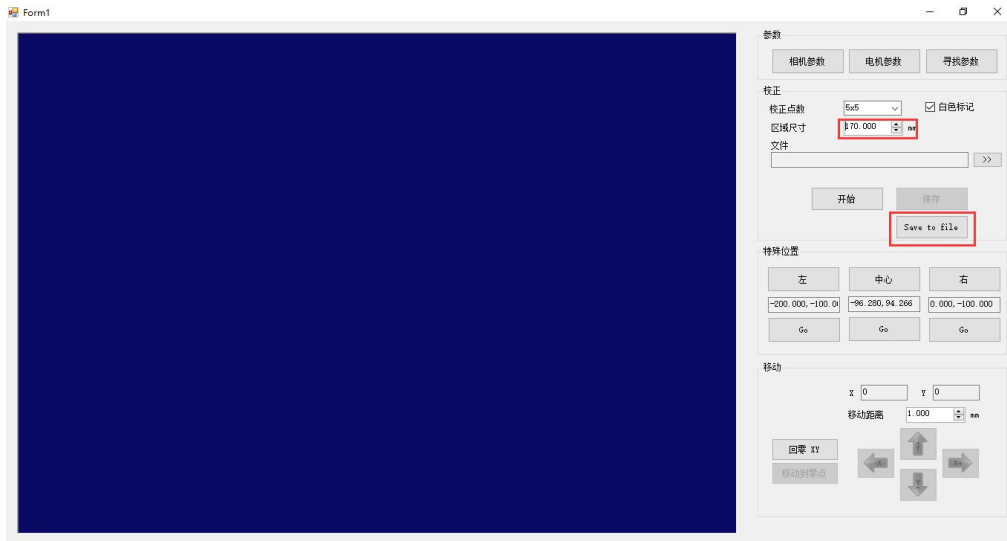
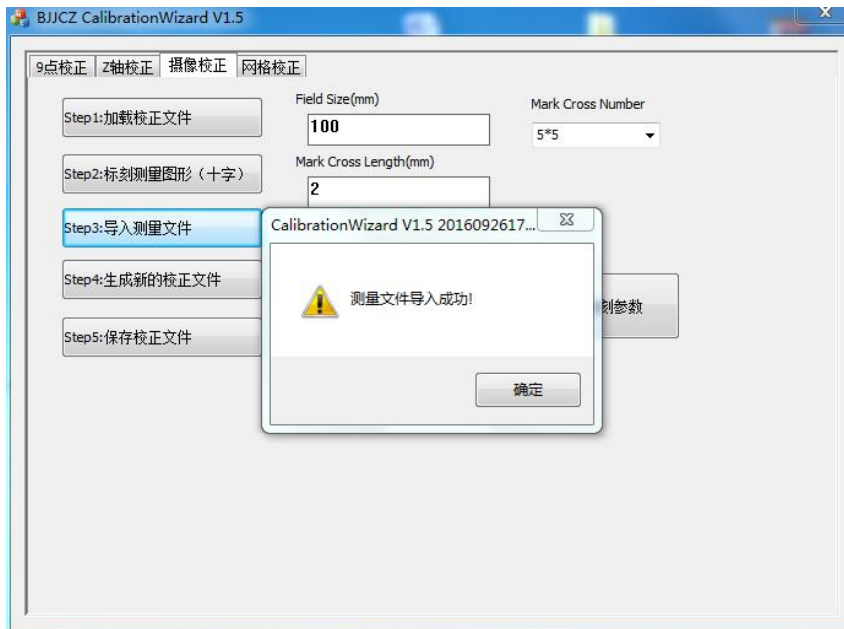

图 9
图 10
置在校正平台上（详情请看校正平台说明书）在做完校正平台校正后，将其生成的校正文件放入 3D 软件校正目录(此目录为您新建的)中。如图 9 所示：
12. 点击图 9 中的“导入测量文件”将校正平台生成的校正文件导入进去，系统识别后将弹出如图 10 所示对话框